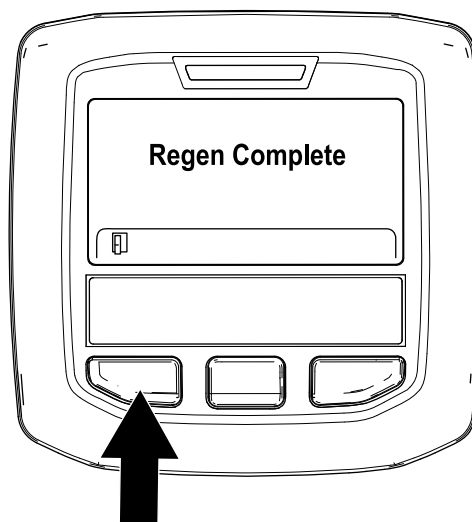

Figure 42
9. La régénération stationnaire est terminée lorsque le message "Régénération terminée" s'affiche sur l'InfoCenter. Appuyez sur le bouton gauche pour revenir à l'écran d'accueil (Figure 42).